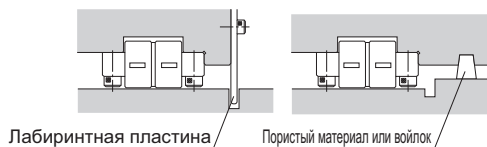

Рис.3
- (4) Для защиты от загрязнения с боковых сторон эффективны конструкции, показанные на Рис.3.